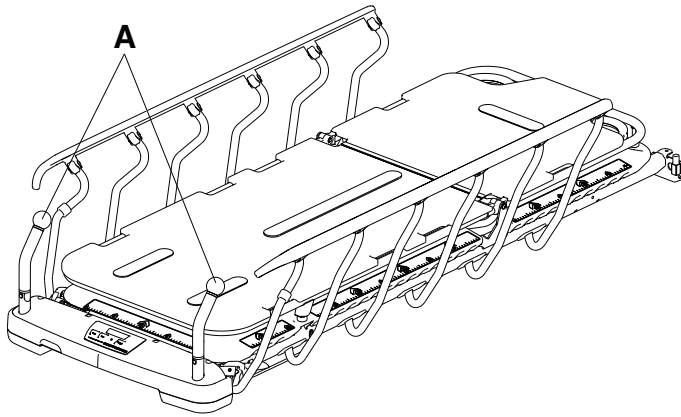

Figure 11 – Positionnement des poignées de poussée du côté pieds
1. Faire pivoter les poignées (A) vers le haut du côté pieds du produit (Figure 11).